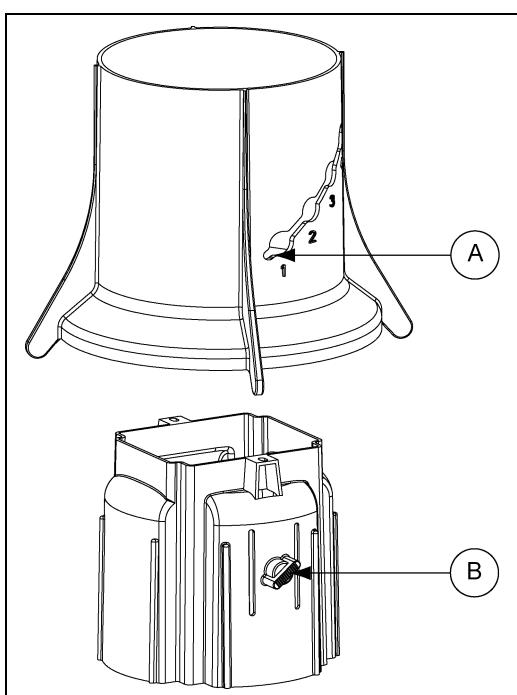

Рисунок 4G
1. Соберите регулятор уровня корма и уровень корма, совместив кнопку регулятора уровня корма (B) с регулировочным отверстием уровня корма (A), как показано на Рисунок 4G.
3. Соберите регулятор уровня корма и уровень корма, совместив кнопку регулятора уровня корма (E) с регулировочным отверстием уровня корма (D), как показано на Рисунок 4G.